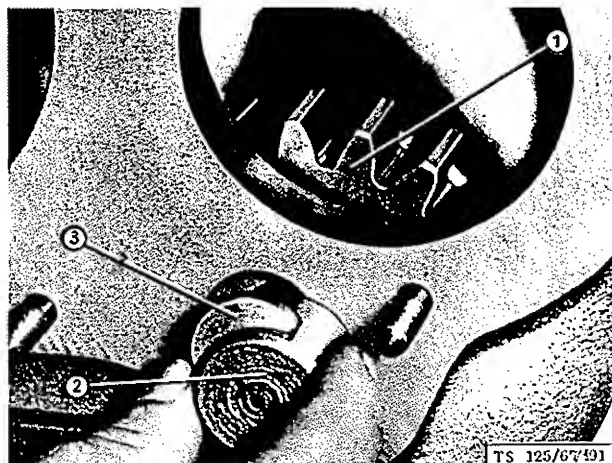

BILD 11: Rücklaufrad montieren
1. Rücklaufrad (11/1) wie im Bild 11 dargestellt einbauen.